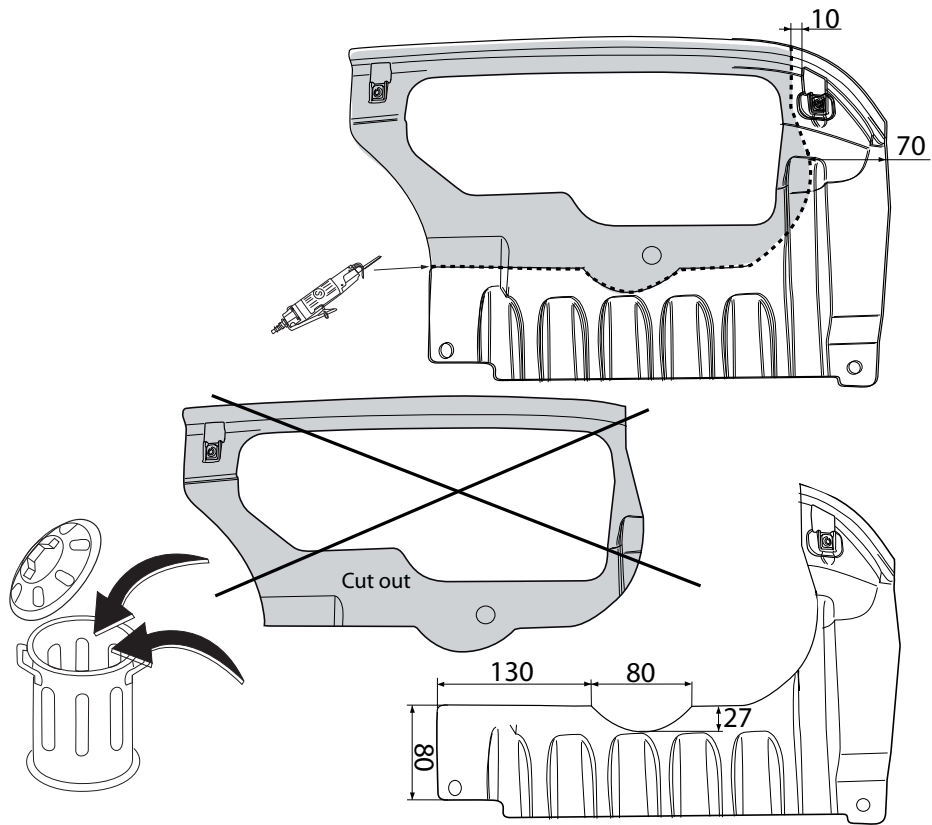

Fig.3
12. Выпилить обозначенные части, как указано на рис. 3.